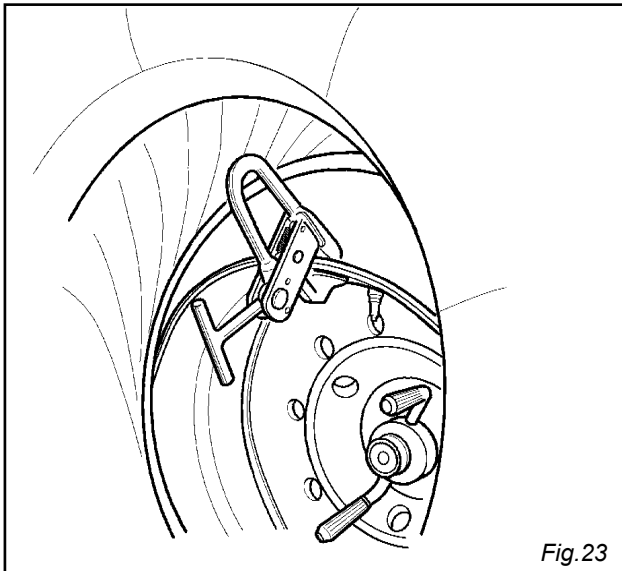
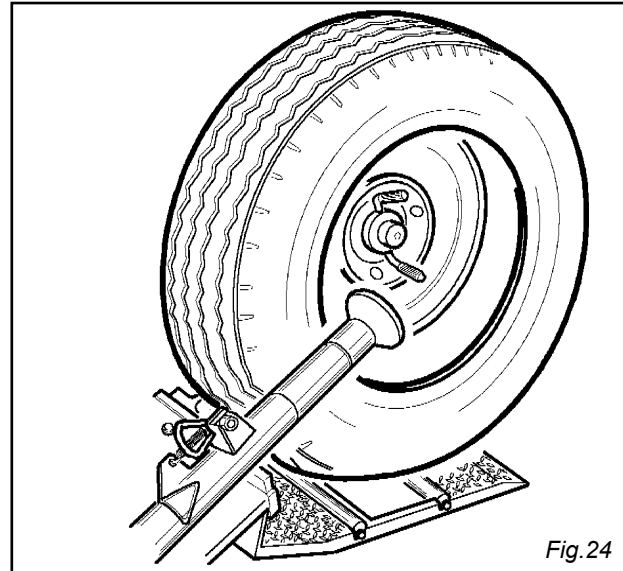

Fig. 23
Fig. 24
- 5) Sollevare il cerchio con il pneumatico agganciato e ruotarlo in senso antiorario di 15-20 cm. Il pneumatico si posizionerà in modo obliquo rispetto al cerchio. (Fig. 23)
- 6) Abbassare il braccio porta utensili (17) in posizione di lavoro, fino a che si sarà agganciato con l'apposito cricchetto.
- 7) Agendo sulle leve (3) (4) posizionare il rullo contro il secondo tallone del pneumatico e ruotare il pneumatico fino a portare la pinza nel punto più basso. Il primo tallone dovrebbe essere entrato. (Fig. 24)
- 5) Lift the rim with the tyre fixed on it and turn it counterclockwise of 15-20 cm. The tyre will position itself obliquely relating to the rim (fig. 23)
- 6) Lower the tool-holder (17) in its working position until it will get hooked by the proper jack.
- 7) By means of levers (3) and (4) position the roller against the second tyre bead and turn the tyre until the pliers is in its lowest point. First bead should be set in position (fig.24)
- 8) Position the roller at a distance of 4-5 mm. from the rim and press on second tyre bead in order to fit the pliers (fig.23)
- 5) Поднимите диск с зацепленной за монтажную струбцину шиной и поверните его против часовой стрелки приблизительно на 15-20 см. Шина будет расположена в наклонном положении по отношению к диску колеса. (Рис. 23)
- 6) Опустите консоль с монтажным роликом (17) в рабочее положение, до тех пор, пока она не заблокируется посредством специальной ручки.
- 7) Посредством переключателей (3) и (4) расположите монтажный ролик напротив второго борта шины. Поворачивайте шину до тех пор, пока монтажная струбцина не окажется в самой нижней точке (в положении на 6 часов). Первый борт шины должен быть установлен. Рис. 24.
- 5) Die Felge mit festgemachtem Reifen heben und links 15-20 cm. drehen lassen. Der Reifen wird sich in bezug auf die Felge schräg stellen (Abb. 23)
- 6) Werkzeugtragarm (19) in Arbeitsstellung herunterlassen, bis wann er mit der bezüglichlichen Sperrklinke festklemmt.
- 7) Hebel (3) (4) betätigen, um Rollenwerkzeug an den zweiten Reifenwulst zu rücken. Den Reifen drehen lassen, bis wann sich die Zange in niedrigstem Punkt befindet. Erster Wulst soll in Stellung getreten sein (Abb.24)
- 8) Rollenwerkzeug 4-5 mm. fern von Felge stellen und auf den zweiten Reifenwulst drücken, um die Zange einzufügen (Abb.23)